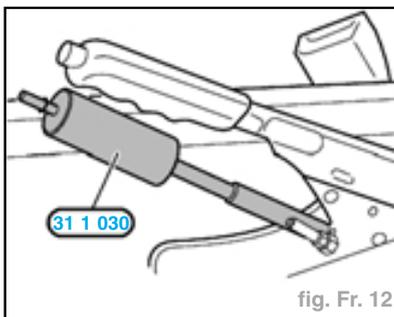

fig. Fr. 12
- Dévisser les contre-écrous à l'aide de l'outil Réf. **31 1 030** et dévisser les contre-écrous et les écrous de réglage des câbles (fig. Fr. 12).
- Desserrer les écrous autobloquants des câbles de frein jusqu'à ce que ces derniers soient complètement détendus (fig. Fr. 12).